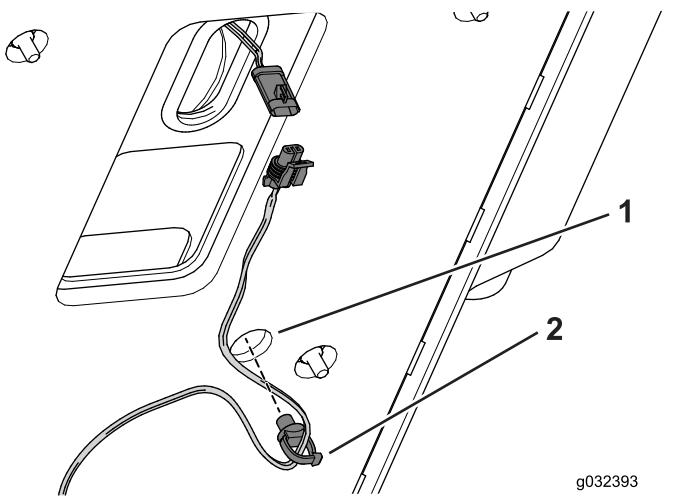

Figura 7
6. Instale el clip con brida en la parte inferior de la chapa del asiento (**Figura 7**).
7. Conecte el interruptor del asiento al arnés de cables (**Figura 7**).